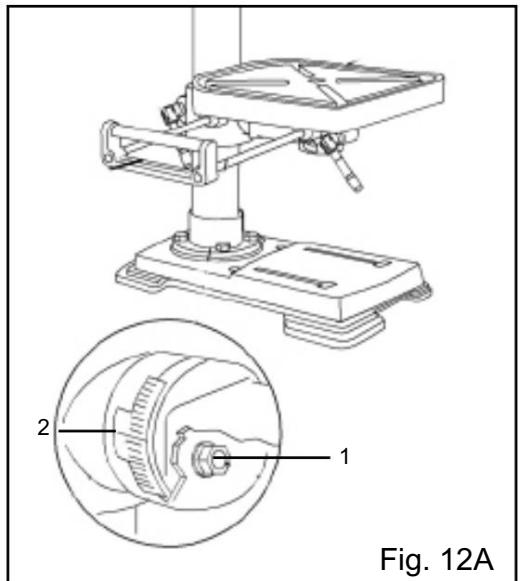

Fig. 12A
INCLINEZ LA TABLE (FIG. 12A)
1. Desserrez le boulon de verrouillage du biseau (Fig. 12A - 1) en le tournant dans le sens inverse des aiguilles d'une montre à l'aide d'une clé à molette (non fournie).
2. Inclinez la table à l'angle souhaité, en utilisant l'échelle de biseau (Fig. 12A - 2) comme guide de base.
RÉGLER LA TABLE POUR QU'ELLE SOIT HORIZONTALE (FIG. 12A)
1. Desserrez le boulon de verrouillage du biseau (Fig. 12A - 1).
2. Réalignez la table sur le réglage 0° sur l'échelle de biseau (Fig. 12A - 2).